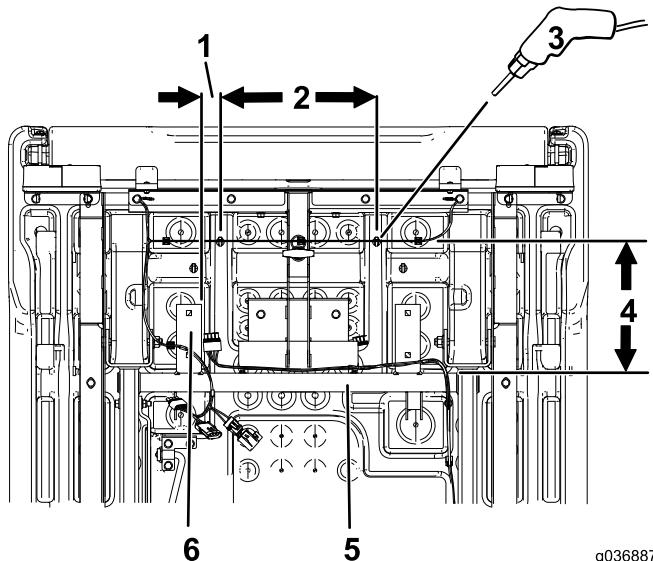

Figura 4
- Debajo de la plataforma de carga, mida 267 mm hacia atrás desde el borde del tubo transversal del bastidor y 38 mm hacia dentro desde el borde del soporte izquierdo de la barra estabilizadora, y marque la posición (Figura 4).
- Realice 2 taladros de 6,35 mm en la plataforma de carga de plástico (Figura 4).
- Debajo de la plataforma de carga, mida 267 mm hacia atrás desde el borde del tubo transversal del bastidor y 38 mm hacia dentro desde el borde del soporte derecho de la barra estabilizadora, y marque la posición (Figura 4).